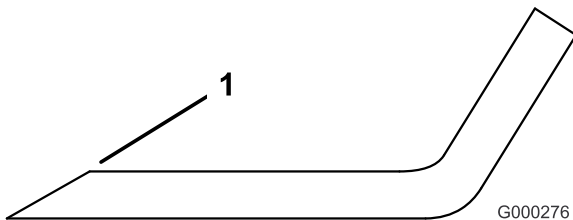

Figure 67
1. Aiguisez le tranchant à chaque extrémité de la lame (Figure 67). Veillez à conserver l'angle de coupe d'origine. Limez la même quantité de métal sur chacun des deux tranchants pour ne pas déséquilibrer la lame.